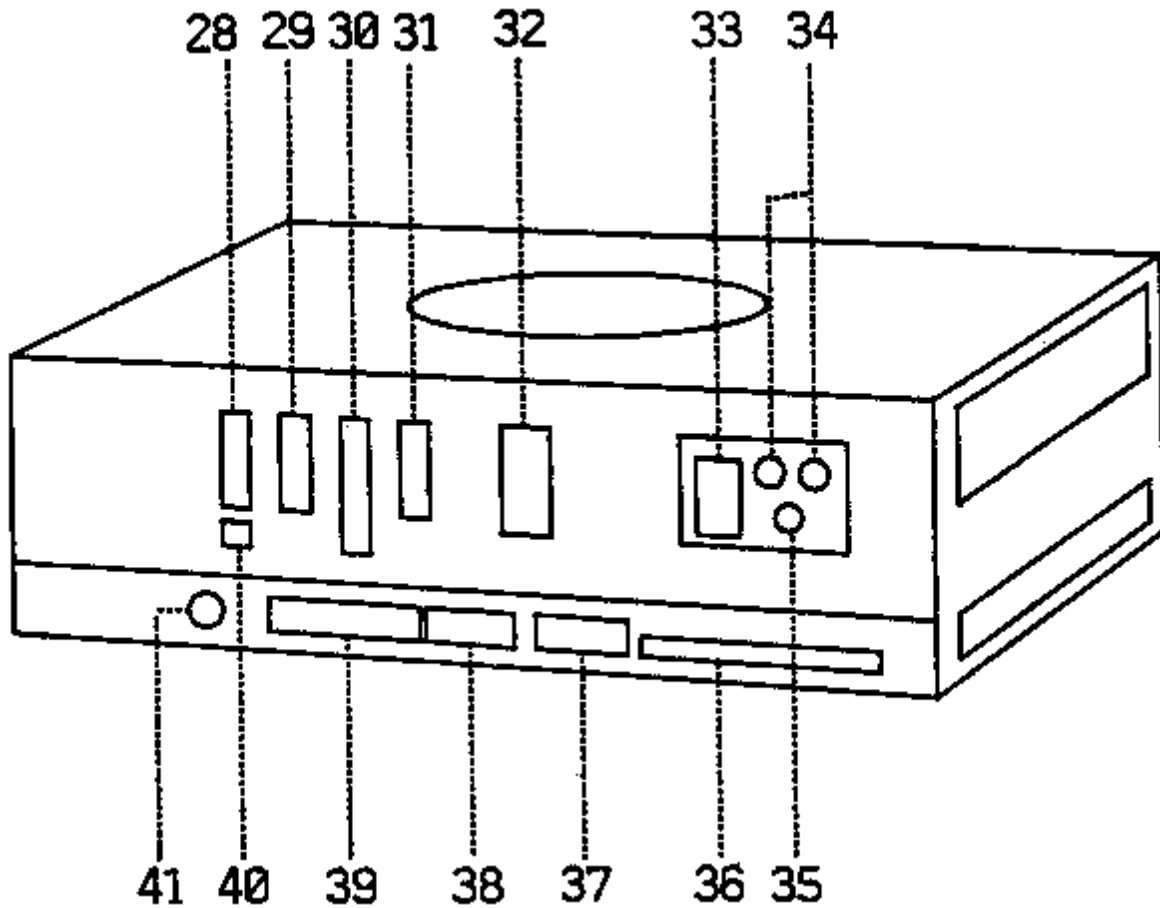

Bild 4
Die Rückseite der DISKETTENSPEICHEREINHEIT **robotron K5651** (Bild 4) enthält die Anschlüsse (28), (29 für Plotter und Drucker, den Anschluß (30) für ein zusätzliches Fernsehgerät, die Anschlüsse (31), (32) für den MONITOR **robotron K7222.23** (5), den Netzanschluß (33), (34) mit Netzta-